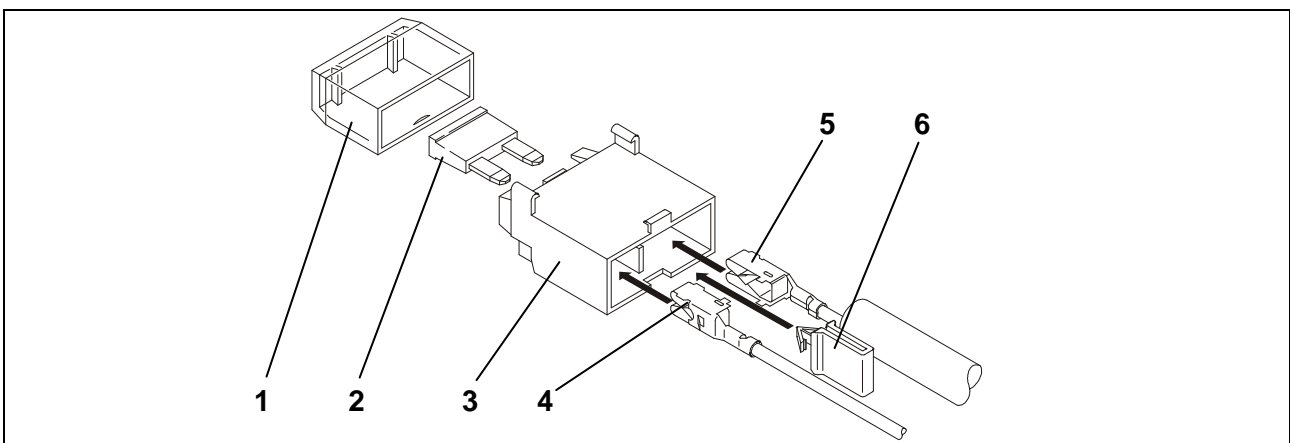

Abb. 2: Zusammenbau Sicherungshalter
18. Die Flachsteckhülse der beiden roten Leitungen (Abb. 2/5) und der rot/blauen Leitung (Abb. 2/4) in den 1. Sicherungshalter einrasten.
19. Die Flachsteckhülse der roten Einzelleitung (Abb. 2/5) und der rot/schwarzen Leitung (Abb. 2/4) in den 2. Sicherungshalter einrasten.
20. Jeweils den gelben Clip (Abb. 2/6) einsetzen.
21. Jeweils Sicherung (Abb. 2/2) einsetzen und Abdeckung (Abb. 2/1) aufstecken.